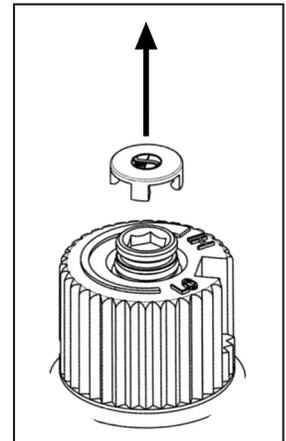

Figure 13: Retrait du bouchon de valve.
- a) Enlevez le capuchon de protection noir du bouton HI / LO à la main de la figure 13.